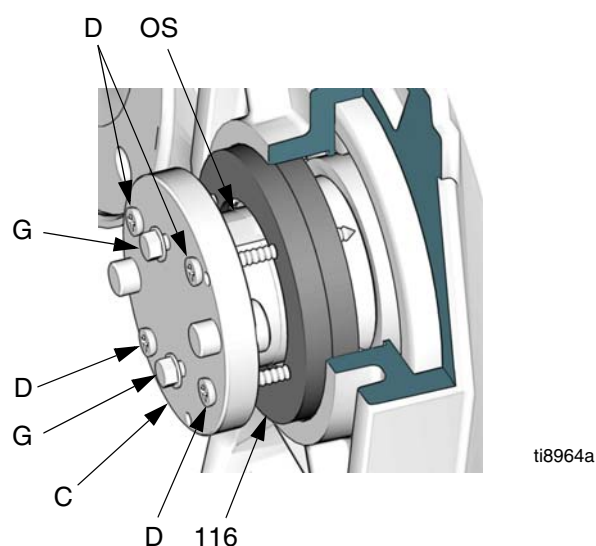

ABB. 27. Ausgangswellendichtungen ausbauen
7. Klebeband über die Keilnut der Eingangswelle kleben, damit die neue Dichtung nicht beschädigt werden kann. Den Hohlraum der Eingangswellendichtung mit Schmiermittel Nr. 107411 füllen. Die Eingangsdichtung (109) so installieren, dass die Lippe einwärts gerichtet wird, bis die Dichtung mit der Schulter des Vorgelegegehäuses in Kontakt gelangt. Das Band entfernen.
8. Die enthaltene Dichtung an der Ölablassschraube (118) installieren und die Schraube in das Vorgelege schrauben. Auf 34 N•m (25 ft-lb) anziehen.
10. Die zwei Ausgangsdichtungen (116) folgendermaßen entfernen:
- a. Siehe ABB. 27. Das Werkzeug (C) auf die Ausgangswelle (OS) aufsetzen. Werkzeug um 90° drehen. Die zwei 0,5-Zoll-(13 mm)-Schrauben (G) installieren und anziehen, um das Werkzeug zu arretieren.
- b. Die Dichtungen (116) mit Vorbohrungen eines Durchmessers von (maximal) 1/8 Zoll (3 mm) versehen; dabei als Vorlage die Bohrungen für die Blechschrauben (D) verwenden. Die Blechschrauben (D) durch das Werkzeug hindurch in den Dichtungen (116) installieren.
- c. Die Schrauben (D) gleichmäßig anziehen, um beide Dichtungen herauszuziehen.